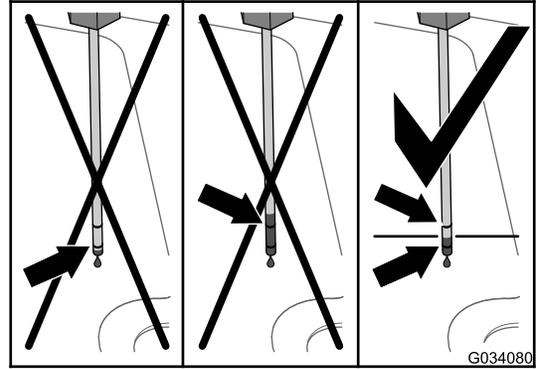
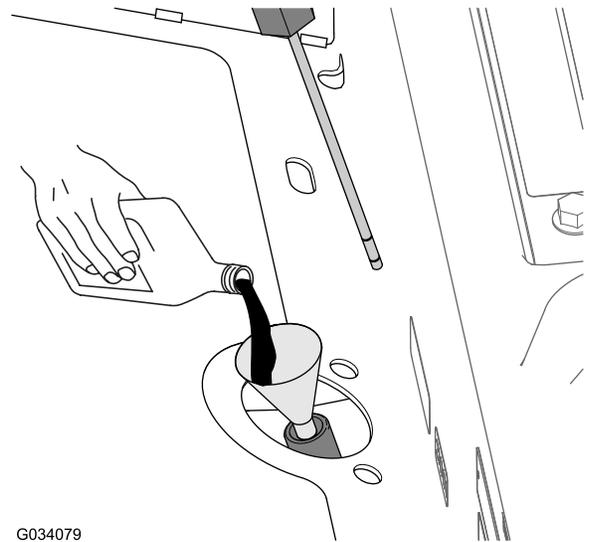

図 79
図 80
4. ディップスティックを抜いて油量を点検する 図 79。
5. オイルレベルがディップスティックの最低マークより低い場合は、所定の油圧オイルを補給口 図 80 から補給する。規定範囲の中間部分までオイルを入れるようにする 図 79。
6. 補給管から所定の油圧オイルを入れる 図 80。トランスアクスルハウジング油圧オイルケース内部のオイル量がディップスティックで測ったときに適正範囲の中間位置になるまで入れる 図 79。